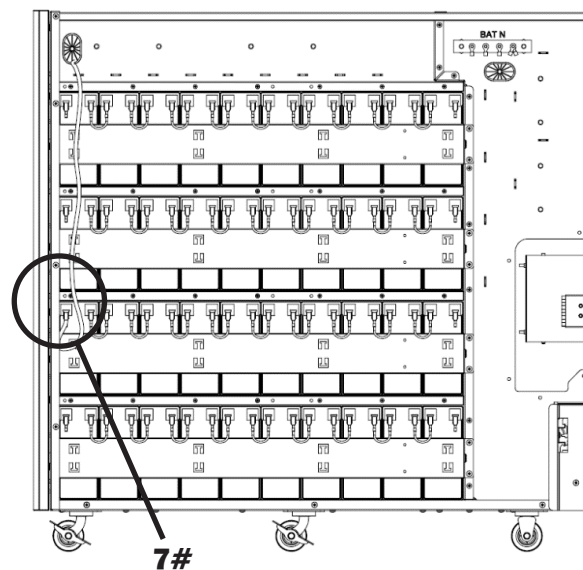

Figura 5-18B
26. Conecte la batería 20- del grupo 2 a la barra colectora de la batería - (BAT-) (Figura 5-18B).